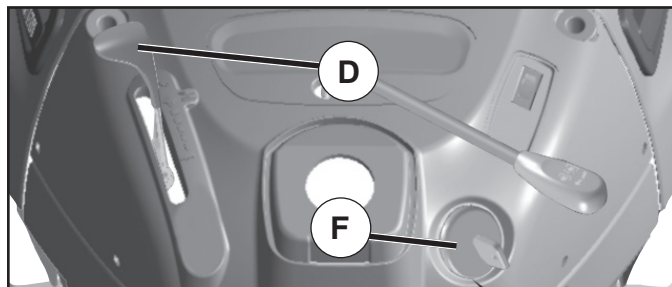

Fig. 9
PARA USAR EL CONTROL DE LA ACELERACIÓN (D) (Vea Fig. 9)